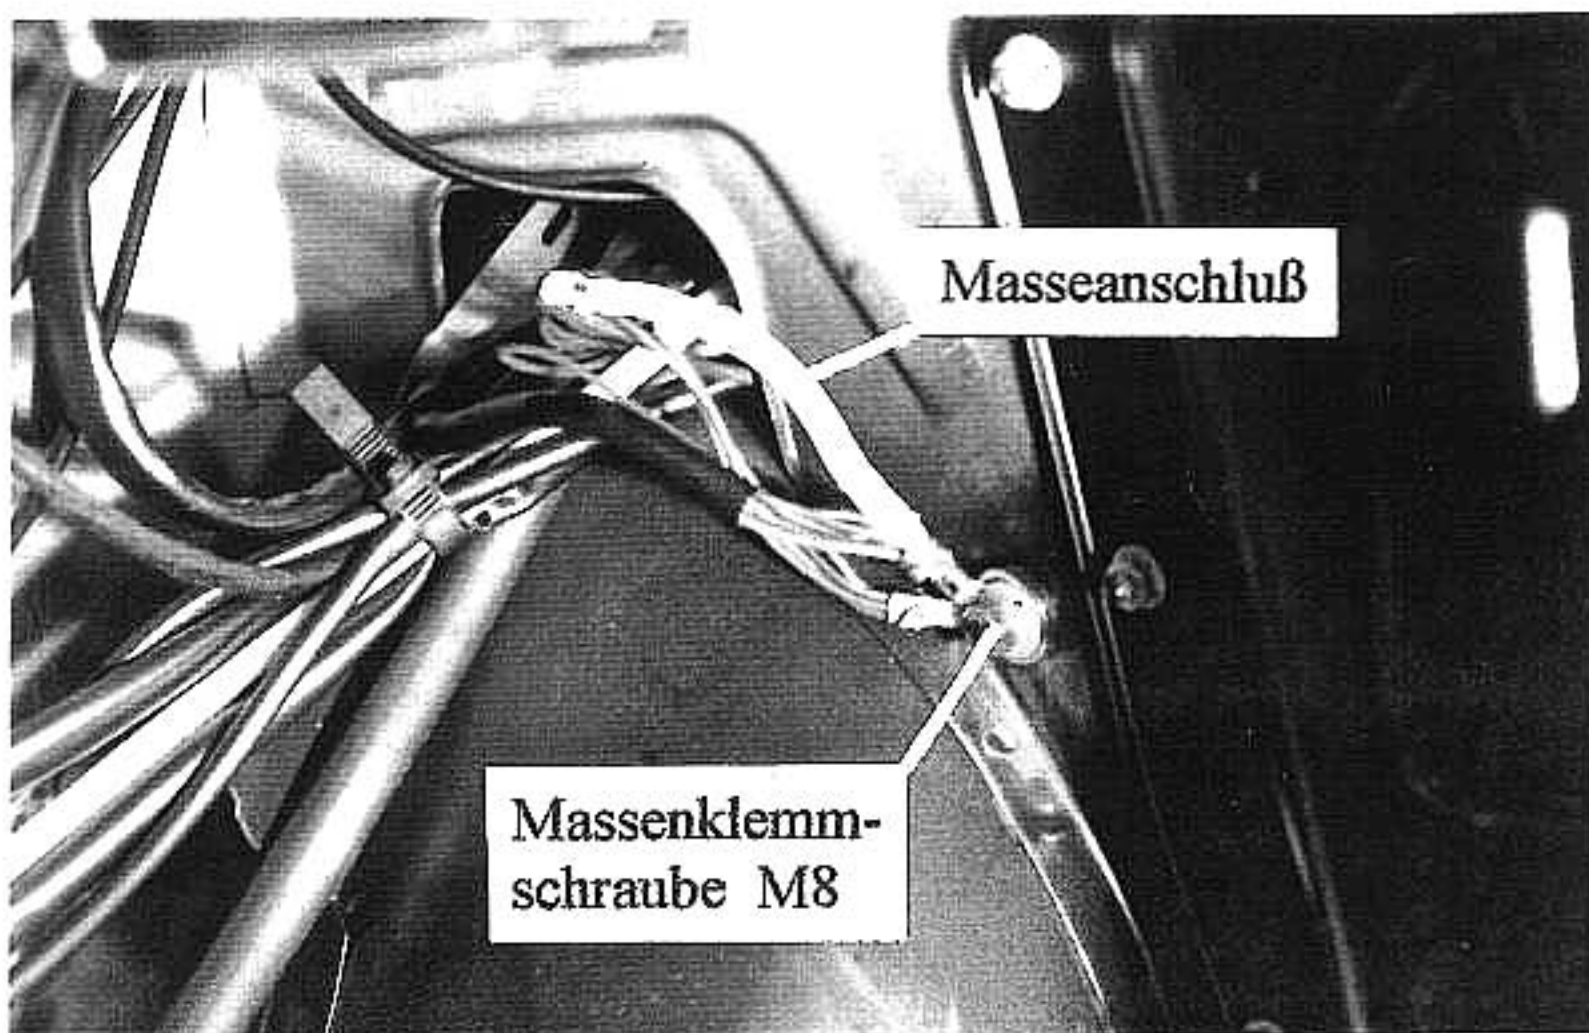

Bild 5 (unter Kofferraumverkleidung links)
- > Anbringen des Masseanschlusses an der Massenklemmschraube M8 (Bild 5) unter der Kofferraumverkleidung links.